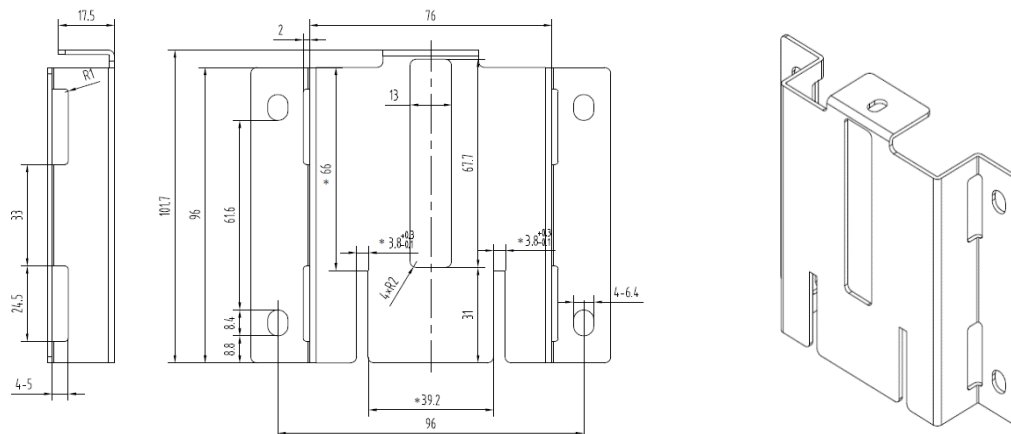

Рисунок 6.6. Металлический держатель для крепления на опоре и настенного монтажа
Для крепления счетчика на опоре или на стене сооружения служит металлический держатель (Рисунок 6.6).
1. Вначале при помощи бандажной металлической ленты на опору крепится металлический держатель (Рисунок 6.6).